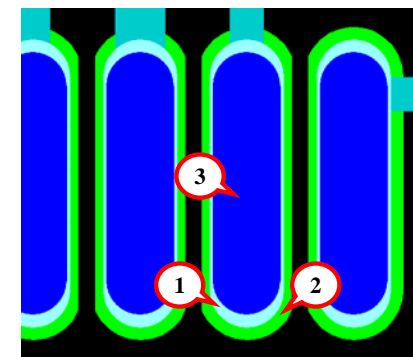

рис. 8-157
На рис. 8-157 показаны одновременно слои TOP (①), Mask (②) и Paste (③).